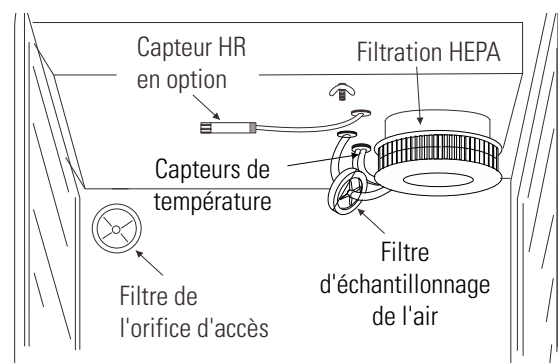

Figure 1-7a. Emplacements des filtres et des capteurs
4. Introduisez l'extrémité libre de la tubulure du filtre d'échantillonnage de l'air dans le trou le plus grand à l'arrière de la spirale du ventilateur. Reportez-vous aux figures 1-7a et 1-7b.
3. Installez le filtre comme indiqué Figure 1-7a.